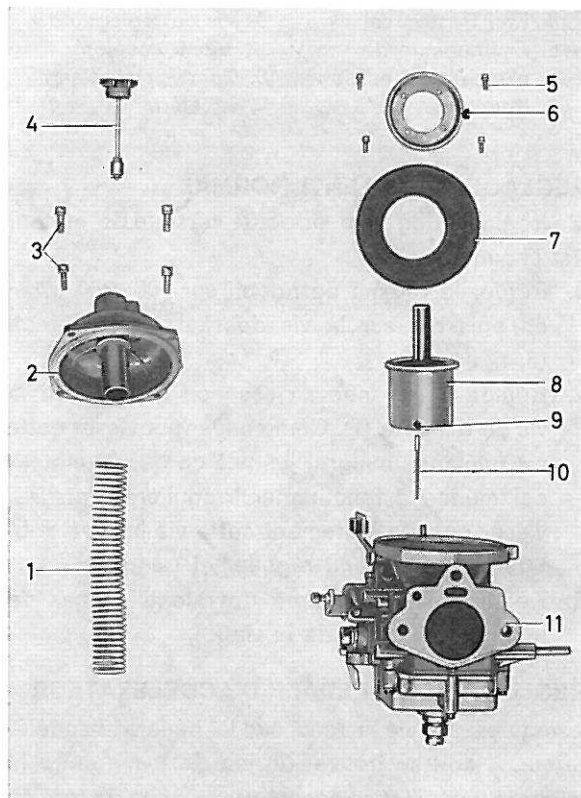
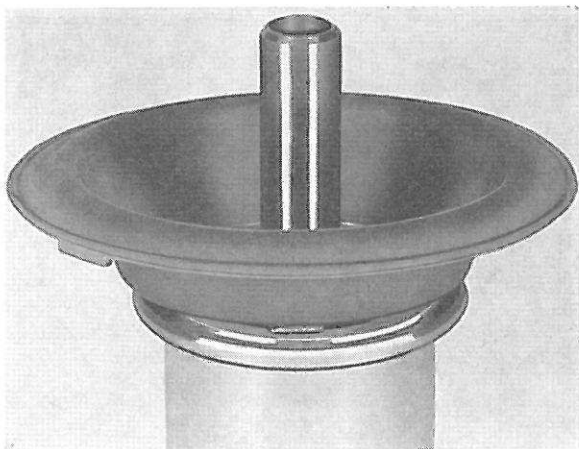

Figure 88. Partie supérieure désassemblée
Figure 91. Membrane et piston à dépression
1. Repérer le pot à dépression par rapport au corps du carburateur. Déposer le pot à dépression (2, figure 88) et enlever le ressort (1).
2. Déposer le piston (8) et la membrane (7).
3. Enlever la vis (9) et retirer l'aiguille à essence (10).
1. Poser la membrane (7, figure 88) sur le piston à dépression (8) de telle manière que le petit talon de la membrane (figure 91) s'engage dans l'encoche du piston et que son bord de guidage s'engage avec facilité dans la rainure correspondante du piston à dépression.
REMARQUE: Remplacer la membrane si l'on n'arrive pas à la mettre dans sa rainure par suite de son gonflement. Poser avec précaution la rondelle (6, figure 88) de telle manière que les alésages à vis coïncident avec les alésages correspondants du piston à dépression et de la membrane, sans avoir besoin de pivoter la rondelle, et de telle manière que la rondelle s'adapte au bord de guidage de la membrane. Bien serrer la rondelle (6) avec les vis (5).